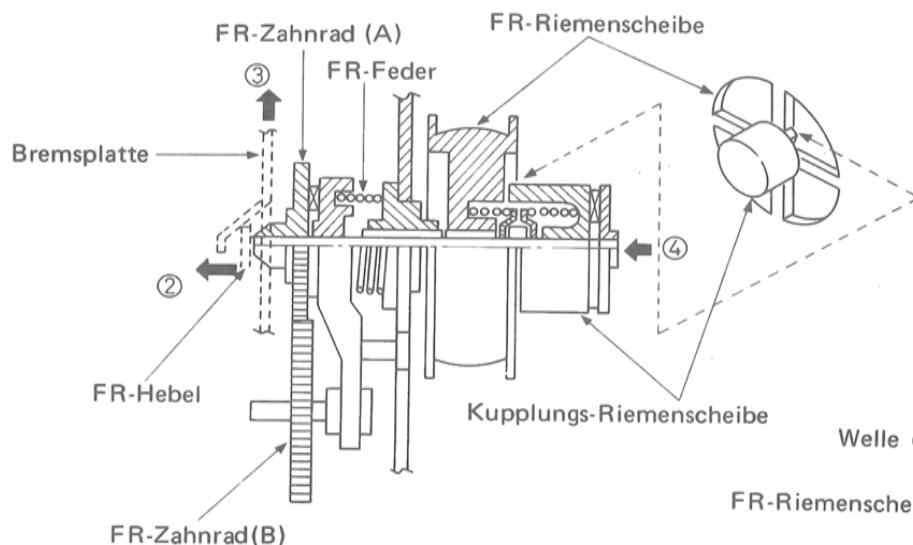
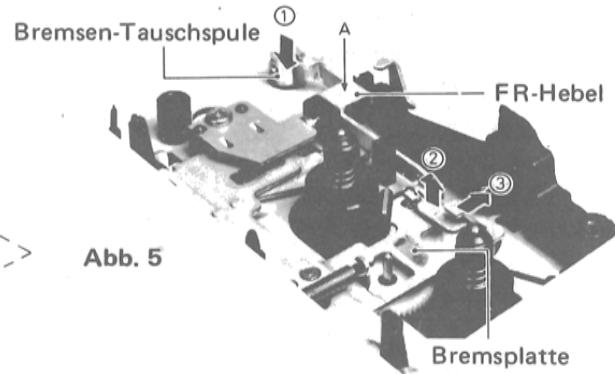

Abb. 4
Abb. 5
Wird die Rücklauf- oder Schnellvorlauftaste betätigt, dann werden die Bremsen-Tauchspule und der Wickelteller-Motor durch die Logikschaltung in Betrieb gesetzt. Sobald die Bremsen-Tauchspule arbeitet, bewegt sich der FR-Hebel in Richtung des Pfeiles (2), der sich um die Stütze (A) dreht wie es in Abb. 5 dargestellt ist. Die schräge Seite der in Abb. 4 gezeigten Bremsplatte wird durch den FR-Hebel abgedrückt, so daß die Bremsplatte ansteigt. Der Bremsbelag wird so vom Wickelteller abgehoben, d.h. die Bremse wird gelöst. Bewegt sich der FR-Hebel in Richtung des Pfeiles (2), dann werden die in Abb. 4 gezeigten FR-Zahnräder (A) durch die FR-Feder angehoben, so daß die Wickelteller-Zahnräder und das FR-Zahnrad (B) in Eingriff gebracht werden.
Die Rutschkupplung befindet sich unter dem FR-Zahnrad (A) (dargestellt in Abb. 4) und sorgt am Bandende dafür, daß das Tonband nicht weiter aufgespult wird.